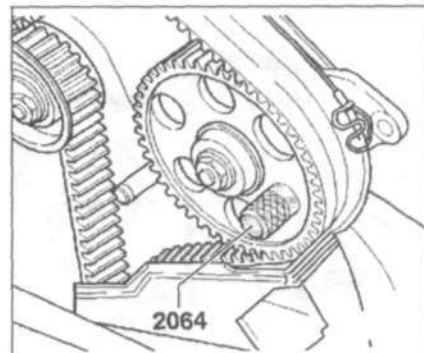

Рис. 6.7. Заблокируйте шкив ТНВД с помощью блокировочного пальца.
8. Заблокируйте шкив ТНВД с помощью блокировочного пальца (рис. 6.7).